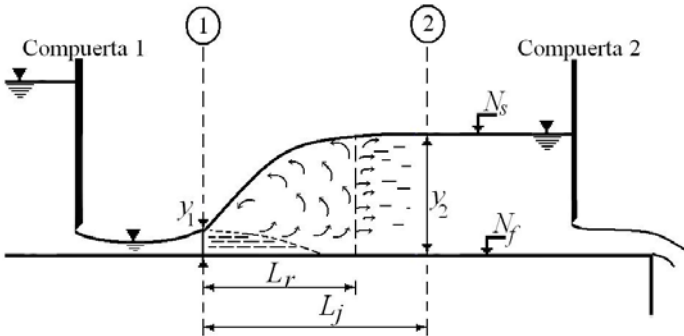

Figura 1. Corte longitudinal de un salto hidráulico.
1. Establecer un gasto en el canal cuidando que no se desborde, y generar un salto hidráulico libre operando las compuertas 1 y 2, como se muestra en la figura 1.